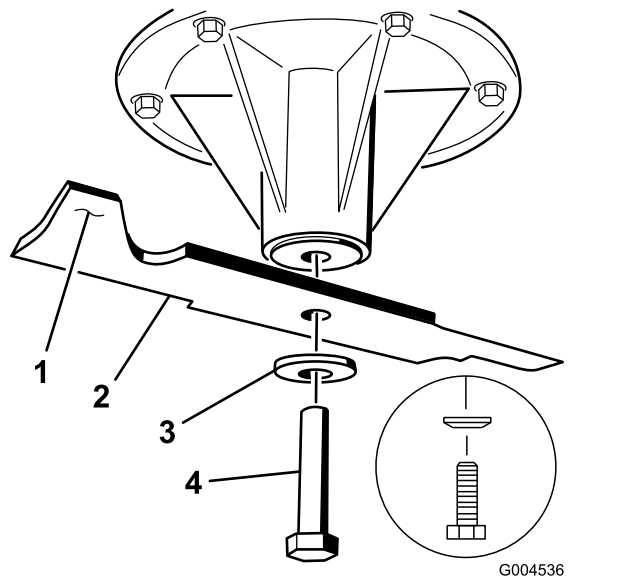

Figure 95
1. Reposez sur les axes, les lames gauche et centrale, les rondelles bombées et les boulons de lame (Figure 95 et Figure 96).
Remarque: Orientez le cône de la rondelle bombée vers la tête du boulon (Figure 95).
2. Posez sur l'axe, la lame droite, la rondelle bombée et le boulon (fileté à gauche) (Figure 95 et Figure 96).